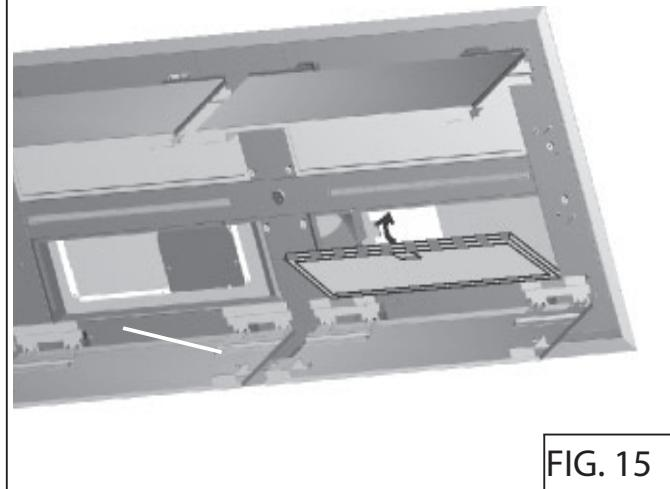

FIG. 15
Realice la conexión del regulador de aire de repuesto con cableado de bajo voltaje, como se ilustra. Consulte información adicional en las instrucciones del regulador de aire de repuesto. (Fig. 15)
1. Para instalar los filtros antigrasa, alinee las aletas posteriores del filtro con las ranuras de la campana. Empuje hacia adentro la lengüeta del cierre, presione el filtro en su posición y suelte. Asegúrese de que el filtro esté firmemente enganchado después de su instalación. Fig. 15.